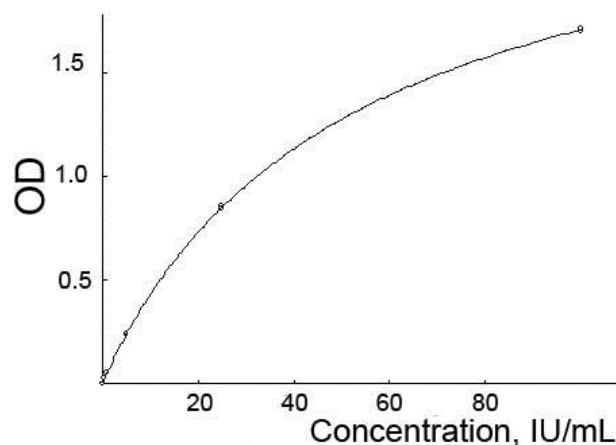

Abb. 2B. Typisches Beispiel einer Standardkurve bei 405 nm
(siehe Abb. 2B), verwenden Sie die Messergebnisse für die Kalibratoren 0...5 bei einer Wellenlänge von 405 nm.
- Verwenden Sie die Standardkurve #2 (siehe Abb. 2B), wenn die Proben-OD (bei 405 nm) größer Cal 3.